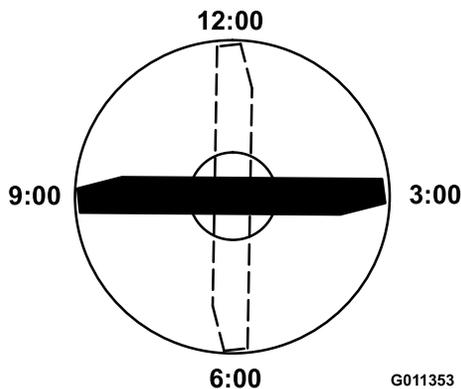

Figura 69
3. Posicione a extremidade de corte da extremidade marcada da lâmina na posição das 12 horas (a direito na direção do corte) e meça a altura da mesa à extremidade de corte da lâmina (Figura 69).
- Rode a extremidade marcada da lâmina para as posições das 3 horas e das 9 horas e meça as alturas (Figura 69).